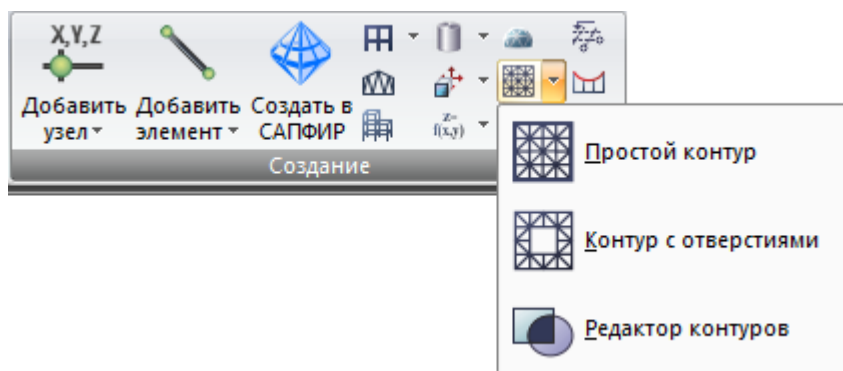

Рис. 25. Раскрывающийся список **Создание и триангуляция контуров**
**Создание и триангуляция контуров** (рис.25) – раскрывающийся список с заменой, содержащий операции по созданию плоских фрагментов схем и триангуляции этих фрагментов: